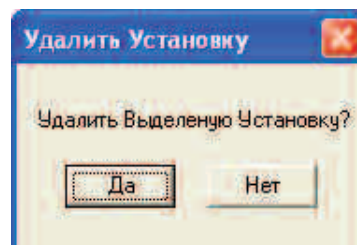

Рис. 47
- Подтвердить намерение нажатием на кнопку **ОК** (рис. 47).